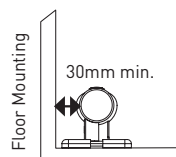

Fig. 6
- Respecter les écarts minimaux requis comme sur la [Fig. 6]. Si on souhaite utiliser l'appareil de chauffage de manière autonome, installer les supports de fixation sur la longueur de l'appareil de chauffage pour qu'ils puissent le supporter de manière stable.